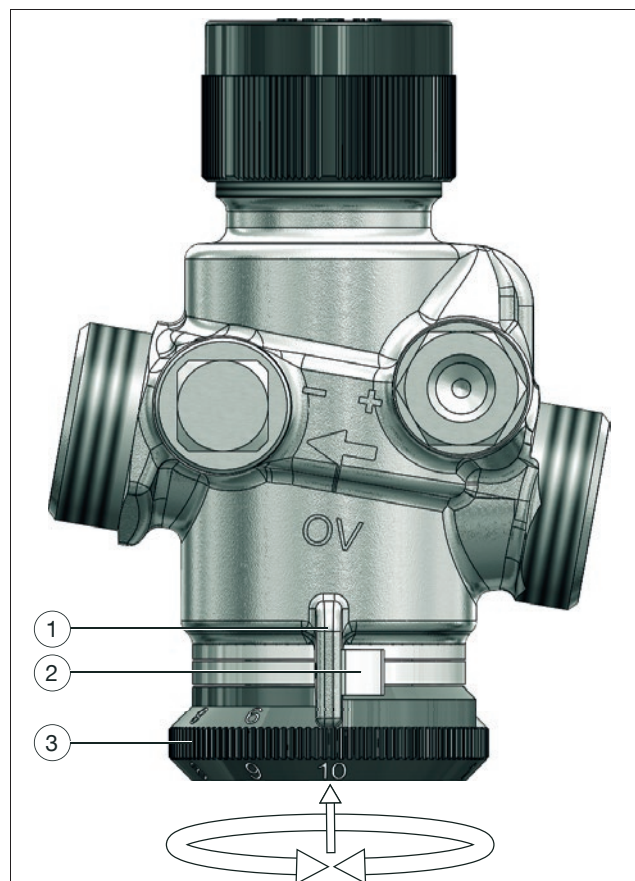

Fig. 6: Reglarea debitului
Reglați debitul dorit cu ajutorul rozetei manuale (vezi fig. 6).
1. Îndepărtați inelul de blocare (poziția (2) din fig. 6).
2. Apăsăți rozeta manuală (poziția (3) din fig. 6) și rotiți până când marcajul valorii nominale (poziția (1) din fig. 6) indică spre valoarea de debit dorită (rozeta manuală intră apoi la loc în angrenaj).
3. Montați la loc inelul de blocare (poziția (2) din fig. 6).